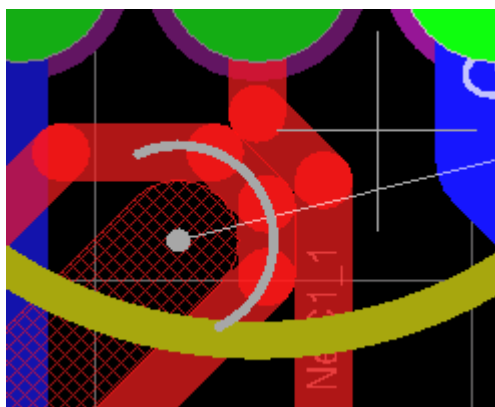

图 6-28 双层手动布线•使用 **Shift +SPACEBAR** 来选择各种线的角度模式。角度模式包括：任意角度，**45°**，
- 完成 **PCB** 上的所有连线后，如图 6-28 所示，右键单击或者按下 **ESC** 键以退出防止放置模式。
如果您设计中的布线与图 6-28 所示的不完全一样，也是正确的，因为元器件摆放位置不完全相同，布线也会不完全相同。